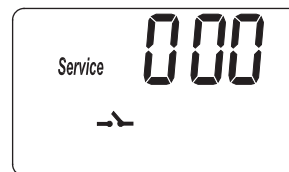
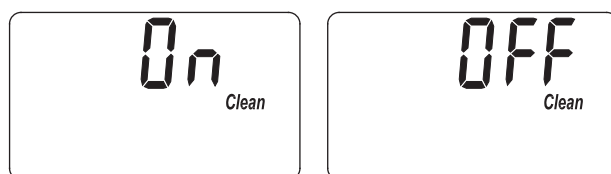
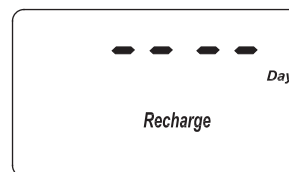
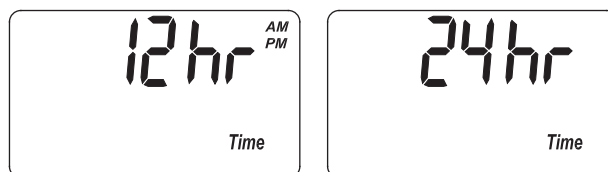

FIG. 28
FIG. 29
FIG. 31
FIG. 32
1. Mantenga oprimido el botón PROGRAM (Programar) hasta que aparezca la pantalla que se indica en la Fig. 28. Cuando ello ocurra, oprima dos veces el botón PROGRAM (Programar) y aparecerá una de las dos pantallas que se indican en la Fig. 29.
1. Mantenga oprimido el botón PROGRAM (Programar) hasta que aparezca la pantalla que se indica en la Fig. 28. Cuando ello ocurra, oprima tres veces el botón PROGRAM (Programar) y aparecerá la pantalla que se indica en la Fig. 30.
1. Mantenga oprimido el botón PROGRAM (Programar) hasta que aparezca la pantalla que se indica en la Fig. 28. Cuando ello ocurra, oprima cuatro veces el botón PROGRAM (Programar) y aparecerá la pantalla que se indica en la Fig. 31.
1. Mantenga oprimido el botón PROGRAM (Programar) hasta que aparezca la pantalla que se indica en la Fig. 28. Cuando ello ocurra, oprima cinco veces el botón PROGRAM (Programar) y aparecerá una de las dos pantallas que se indican en la Fig. 32.